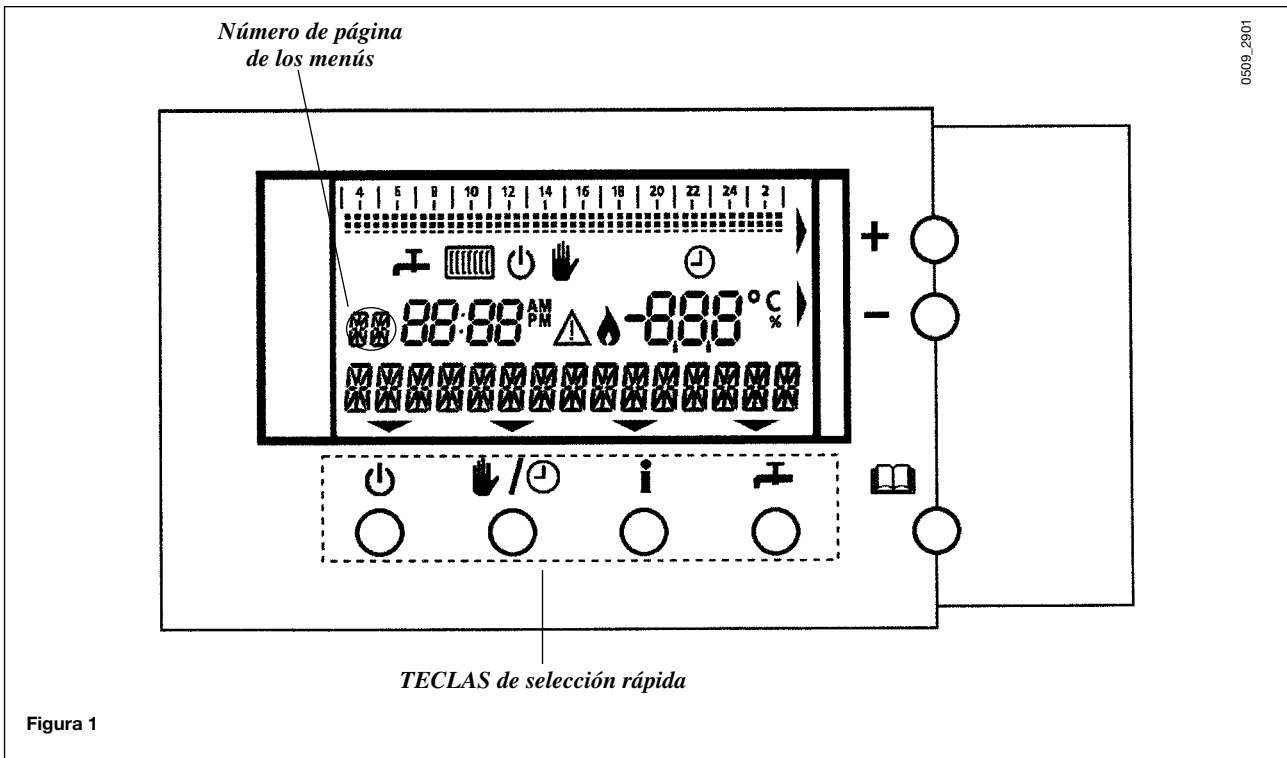

Figura 1
Pulsando la tecla  (figura 1), se pueden activar cuatro modalidades de funcionamiento del mando a distancia:
El mando a distancia se estructura en varios menús y cada menú se divide en páginas que se visualizan en el display (figura 1) con dos letras del alfabeto (por ejemplo, **AB**). Durante el funcionamiento de la caldera, el menú visualizado en el mando a distancia se llama **Menú principal** (figura 2). El mando a distancia se programa con las teclas indicadas en la figura 1.
**Nota:** las teclas de selección rápida (figura 1) activan las funciones indicadas por los correspondientes símbolos cuando en el mando a distancia se visualiza el **Menú principal**. En los otros menús, las teclas de selección rápida no sirven para lo ilustrado por dichos símbolos sino que tienen otras funciones (figura 1.2).